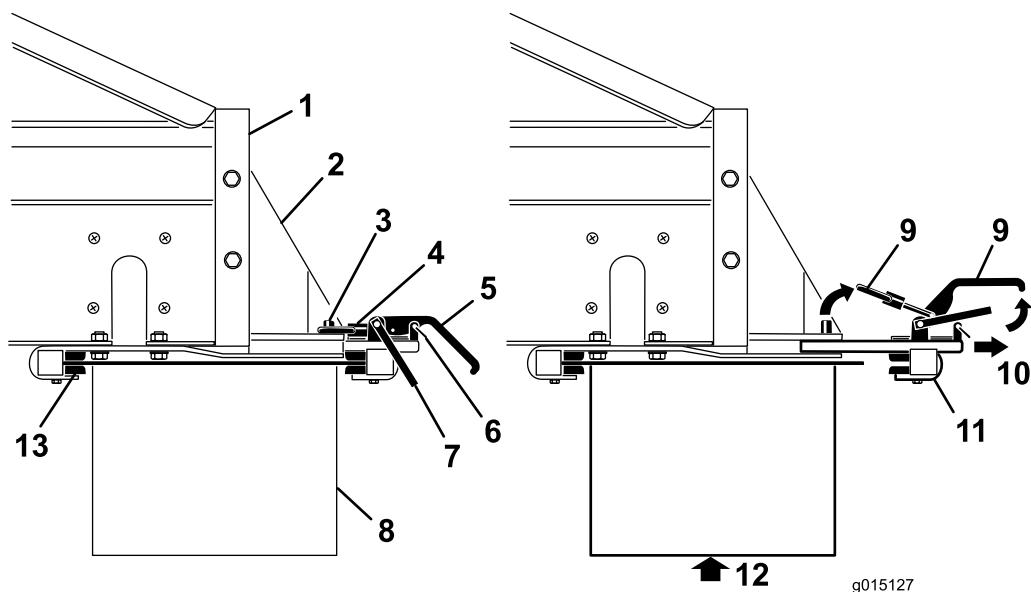

图 41
4. 在他人的协助下将位于机器后部的双甩盘的前端插入固定架前部的锁紧装置 (图 41)。
5. 在为双甩盘提供支撑的同时将后部附件连接锁紧组件滑回支架的槽内并位于尾端上方 (图 41)。
7. 将安全门夹安装到锁紧手柄 (图 41)。
1. 卸下锁紧手柄 (图 41)上的安全门夹。
2. 提起安全门然后提起附件连接锁紧手柄再从锁销中放开锁环 (图 41)。
3. 将后部的附件连接锁紧组件滑出快速连接槽 (图 41)。